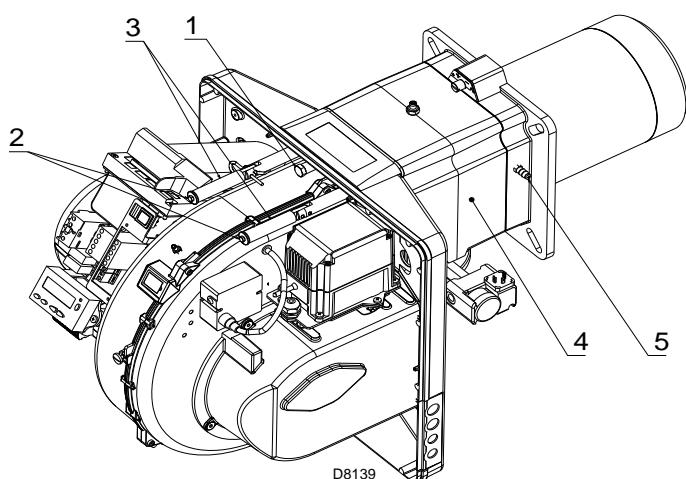

Fig. 18
- remonter le brûleur sur les glissières 3)(Fig. 18) à 100 mm environ du manchon 4) - brûleur dans la position illustrée dans la Fig. 13 à la page 19.
- Insérer les câbles de la sonde et de l'électrode, puis faire glisser le brûleur jusqu'au manchon, le brûleur doit rester dans la position illustrée dans la Fig. 18.